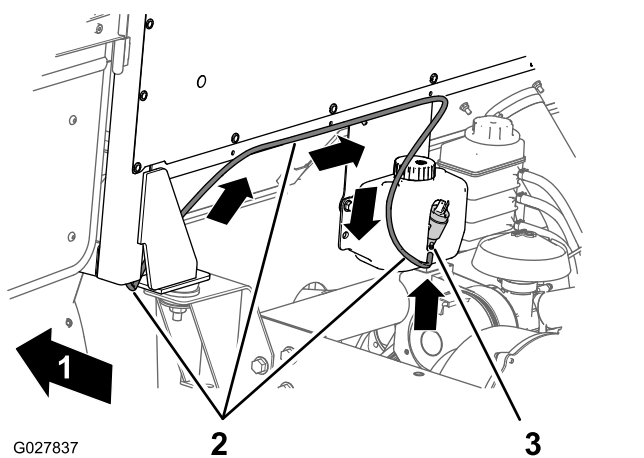

**Figuur 22**
3. Leid het vrije uiteinde van de slang in de opening aan de bovenkant van de B-zuil aan de bestuurderszijde van het cabineframe en naar beneden door het frame (Figuur 22).